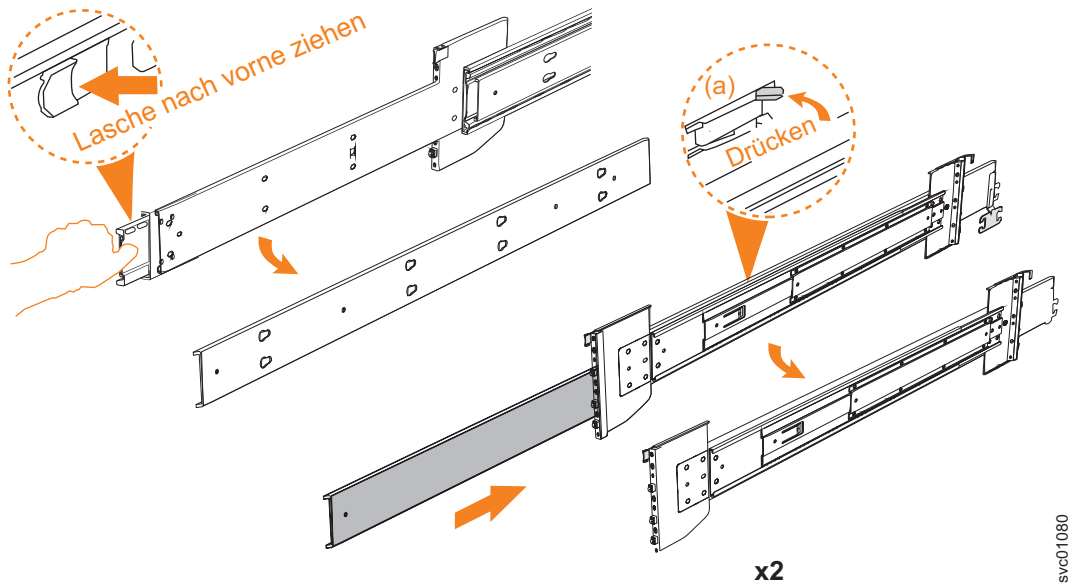

Abbildung 55. Inneren Teil der Schiene lösen
3. Entfernen Sie den inneren Teil der Schiene. Drücken Sie auf die Lasche ( **a** ) und schieben Sie den mittleren Teil der Schiene zurück (siehe Abb. 55 auf Seite 68).